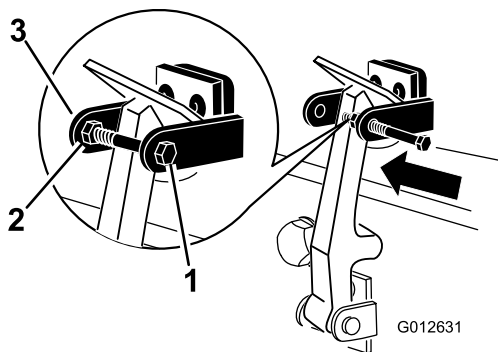

Figure 6
7. Vissez le boulon dans l'autre bras du support de loquet pour bloquer le loquet en position (Figure 6). Serrez le boulon mais pas l'écrou.